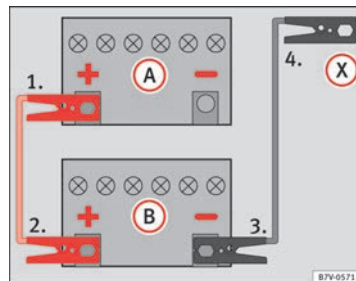
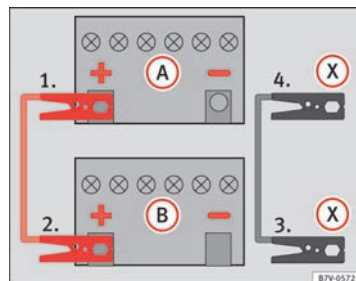

Abb. 218 Anschlussschema für Fahrzeuge ohne Start-Stopp-System.
Abb. 219 Anschlussschema für Fahrzeuge mit Start-Stopp-System.
- Klemmen Sie ein Ende des *roten* Starthilfekabels an den Pluspol (+) des Fahrzeugs mit der entladenen Fahrzeugbatterie (A) an ⇒ Abb. 218.
- Klemmen Sie das andere Ende des *roten* Starthilfekabels an den Pluspol (+) des stromgebenden Fahrzeugs (B) an.
- Klemmen Sie ein Ende des *schwarzen* Starthilfekabels an den Minuspol (-) des stromgebenden Fahrzeugs (B) ⇒ Abb. 218.
- Klemmen Sie das andere Ende des *schwarzen* Starthilfekabels (X) im Fahrzeug mit der entladenen Batterie an ein mit dem Motorblock verschraubtes massives Metallteil oder an den Motorblock selbst, aber an einer weit von der Batterie (A) entfernten Stelle an.
- Klemmen Sie ein Ende des *roten* Starthilfekabels an den Pluspol (+) des Fahrzeugs mit der entladenen Fahrzeugbatterie (A) an ⇒ Abb. 219.
- Klemmen Sie ein Ende des *schwarzen* Starthilfekabels (X) an einen geeigneten Masseanschluss, ein massives, fest mit dem Motorblock verschraubtes Metallteil oder an den Motorblock selbst an ⇒ Abb. 219.